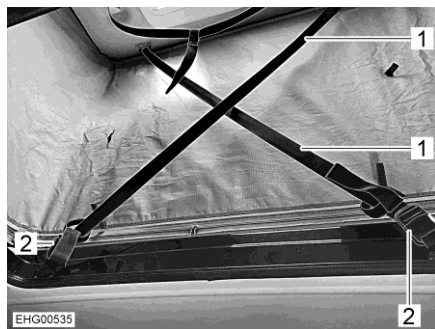

Fig. 43 Protection contre le vent
- Tirer à fond sur les deux sangles de sécurité (Fig. 43,1).
- Accrocher les sangles de sécurité en diagonale sur les boucles de fermeture (Fig. 43,2).